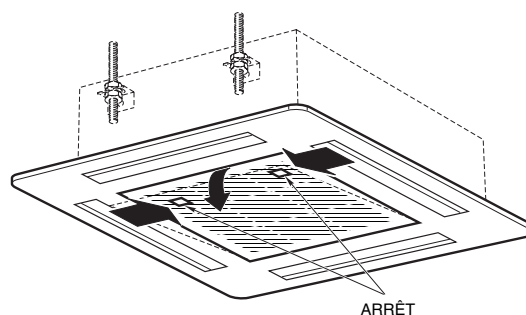

Fig. 19
1. Far scorrere verso l'interno i 2 fermi e quindi aprire la griglia, come mostrato in fig.19.